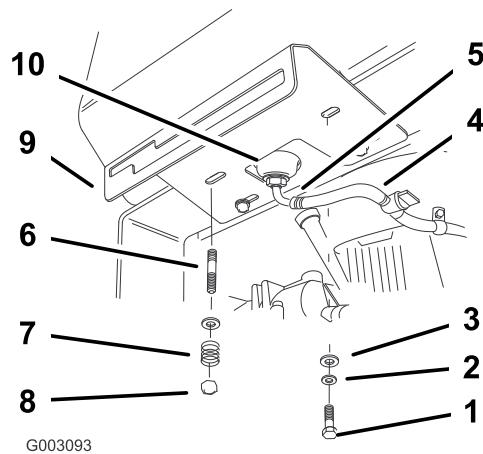

Figura 6
6. Fije el lado derecho de la chapa de la palanca de cambios y el depósito de combustible al bastidor trasero con 2 pernos (5/16 x 7/8), arandelas de freno (5/16 inch) y arandelas (5/16 inch) (Figura 6).
7. Fije el lado izquierdo de la chapa de la palanca de cambios y el depósito de combustible al bastidor trasero con arandelas (5/16 inch), muelles y contratuerca (5/16 inch) (Figura 6).